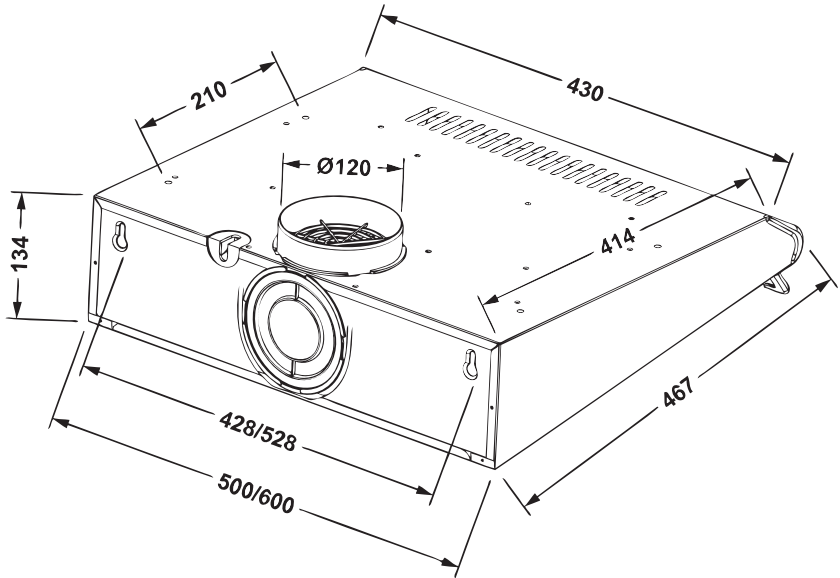

Рис. 3
«СІТУ» Ø 3мм. (рис.3).
- для витяжки «СІТУ» - 2 або 4 шурупами ПКГ 4 x 12 з шайбами 4, які вкручуються зсередини витяжки в отвори, розташовані на верхній площині корпусу **(рис.3)**.
В режимі рециркуляції (рис.3) витяжка не підключається до вентиляційної шахти кухні та повітря проходить через встановлені у витяжці алюмінієві жирові фільтри і вугільні запаховловлюючі фільтри (які купуються окремо) і повертається назад в кухню через вентиляційні пази **C**.